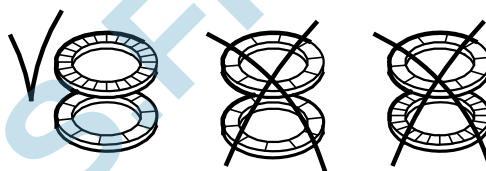

Fig. 7 Montage correct des rondelles de blocage
8. Monter la chambre du séparateur d'air (pos. 4d), l'entretoise (pos. 64) et la roue (pos. 49).
9. Monter le joint en caoutchouc (pos. 64f) dans le bloqueur (pos. 64g) et la roue (pos. 49), puis faire glisser le tout sur l'arbre.
10. Monter l'entretoise courte (pos. 64a).
11. Monter les autres entretoises (pos. 64), les chambres (pos. 4) et les roues (pos. 49).
12. Monter le collier de serrage (pos. 64c), les rondelles de blocage (pos. 66) et l'écrou (pos. 67). Voir fig. 7.